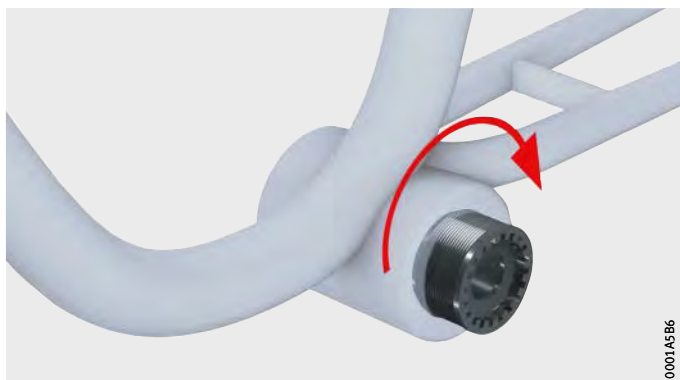

Bild 3
Schrauben Sie das Innenlagergehäuse Nicht-Kettenblattseite mit Rechtsgewinde (RH) auf der dem Kettenblatt gegenüberliegenden Seite ungefähr ein Drittel der Gewindelänge von Hand ein. Das Einschrauben erfolgt im Uhrzeigersinn, *Bild 3*.